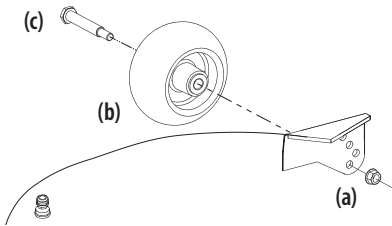

Figura 11
- Extraiga la tuerca de seguridad (a), rueda de calibración (b) y el tornillo con reborde (c) de la plataforma. Consulte la Figura 11.
- Inserte el tornillo con reborde (c) en uno de los cuatro orificios de posicionamiento del soporte de la rueda de la plataforma. Deje un espacio de 1/4-1/2" (6.35-12.7 mm) entre el suelo y la rueda de calibración. Consulte la Figura 11.